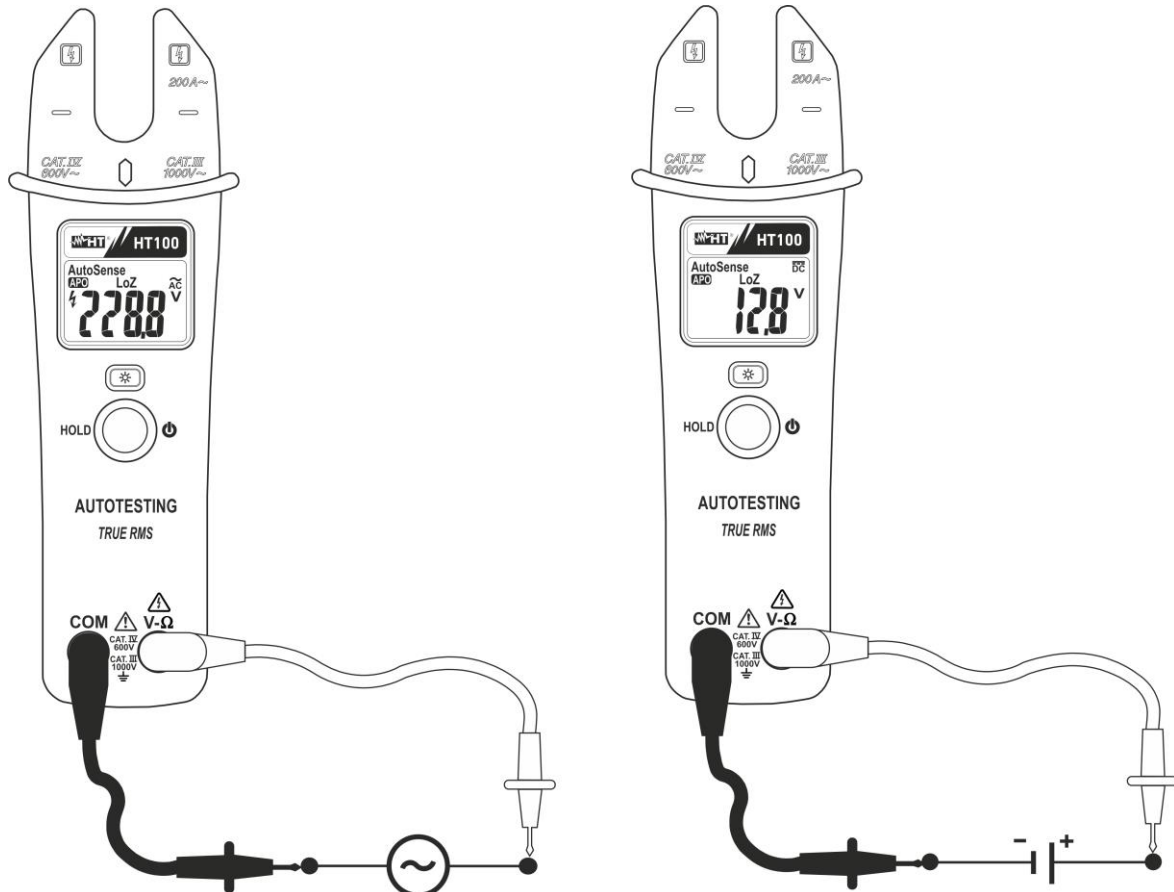

Fig. 3 : Utilisation de la pince pour mesure de tension DC et AC
2. Positionner les embouts sur les points désirés du circuit sous test (voir Fig. 3). La valeur de tension apparaît à l'écran. La pince sélectionne automatiquement l'indication CA ou CC en fonction de la tension d'entrée
4. L'affichage du symbole "-" sur l'écran de l'instrument indique que la tension continue a la direction opposée à la connexion de la Fig. 3